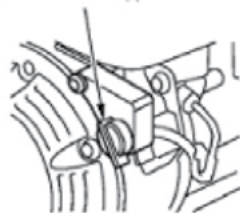

Рис. 2
1. Поверните выключатель в положение «ON» - «ВКЛ.» (Рис. 2)
3. Переведите рычаг дроссельной заслонки на минимальные обороты (Рис. 2).